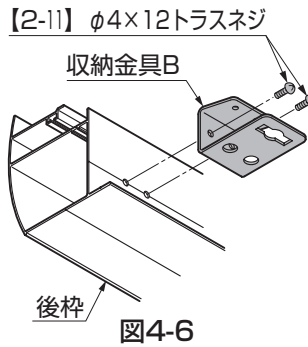

図4-6
- ②収納金具Bを【2-11】で後枠に取付けてください。(図4-6参照)
(4) マルチスクエアの場合